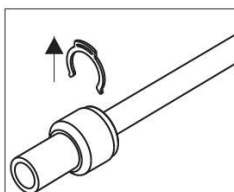

Fig. 1
- 1) Nuimti apsauginę sąvaržėlę nuo greito jungimo apkausto (fig. 1).